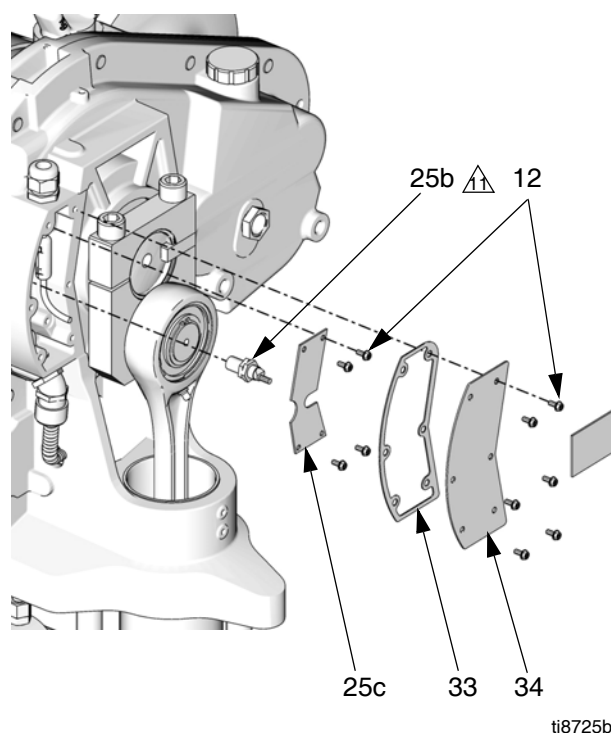

FIG. 14. Sensore TDC
4. Rimuovere le due viti (12) e il coperchio (32).
5. Vedere FIG. 14. Rimuovere le sei viti (12), il coperchio della scheda elettronica (34) e la guarnizione (33).
9. Vedere FIG. 14. Rimuovere le quattro viti (12) e la scheda elettronica (25c).
6. Scollegare i fili dei sensori di posizione i fili di campo del circuito IS dalle due morsettiere (46). Conservare le morsettiere. Consultare **Schemi elettrici**, pagina 10.